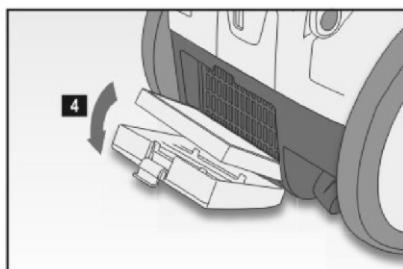

Fig. 6
- Filtres internes. Il s'agit de filtres normaux en fibre plastique. Pour leur nettoyage, il suffit de les extraire, de les laver soigneusement avec de l'eau tiède et, seulement après les avoir fait sécher, les remettre à leur place (5 - Fig. 6). Le filtre situé dans le couvercle su récipient doit être enlever depuis la partie qui se trouve sous le couvercle.